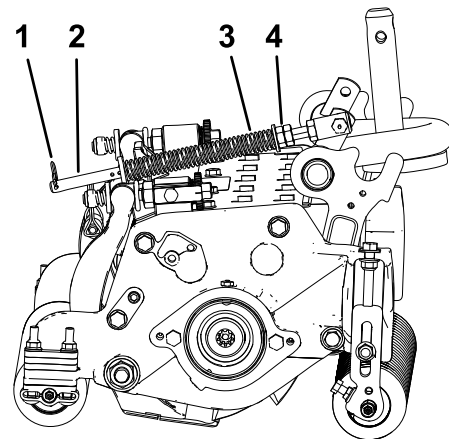

Figura 13
1. Asegúrese de que el pasador de horquilla está instalado en el taladro del extremo de la varilla del muelle (Figura 13).
2. Apriete las tuercas hexagonales del extremo delantero de la varilla del muelle hasta que la longitud comprimida del muelle sea de 15,9 cm (Figura 13).